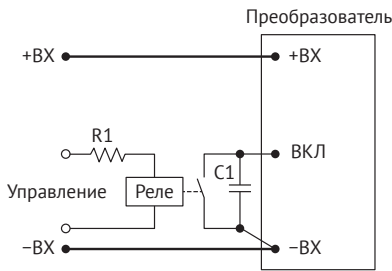
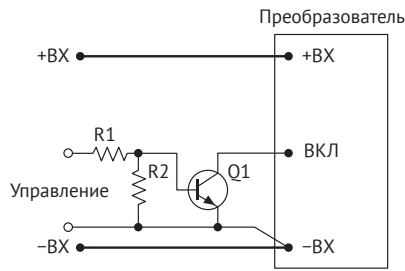
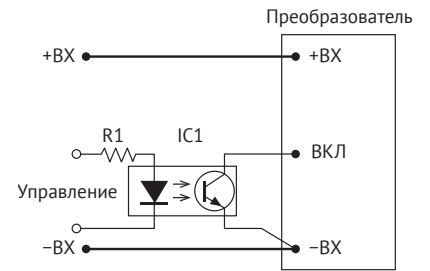

Рис. 4. ВКЛ/ВЫКЛ с помощью реле.
Рис. 5. ВКЛ/ВЫКЛ с помощью биполярного транзистора.
Рис. 6. ВКЛ/ВЫКЛ с помощью оптрона.
**Первый:** с использованием механического реле [Рис. 4], транзистора типа «разомкнутый коллектор» [Рис. 5] или оптрона [Рис. 6]. Выключение модуля электропитания должно осуществляться соединением вывода «ВКЛ» с выводом «-ВХ».